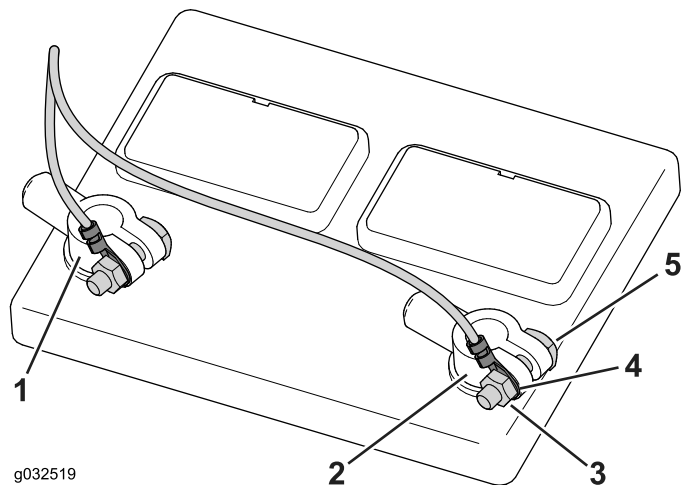

Figura 44
2. Afloje y retire la abrazadera del borne negativo y luego la abrazadera del borne positivo de la batería (Figura 44).
3. Retire las tuercas de los pernos de los bornes (Figura 44).
4. Instale el conector del terminal negativo (cable negro) sobre el perno del borne negativo y sujételo provisionalmente con la tuerca (Figura 44).
5. Instale el conector del terminal positivo (cable rojo) sobre el perno del borne positivo y sujételo provisionalmente con la tuerca (Figura 44).
6. Instale la abrazadera del borne positivo en el borne positivo de la batería, y luego la abrazadera del borne negativo en el borne negativo de la batería (Figura 44).